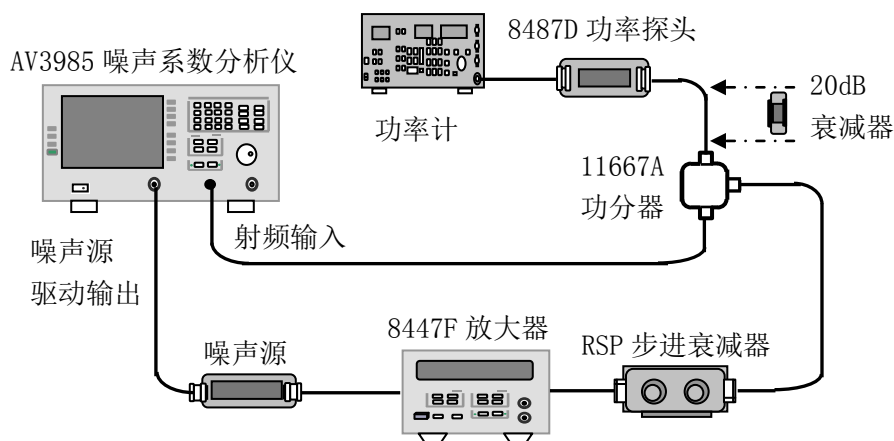

图 10-5 增益测量范围和测量不确定度测试框图
- 7) HP8447F 两极放大器级联，预先设置精密步进衰减器衰减量 50dB（和放大器放大量相当），如图 10-5 连接仪器。
- 10) 图 10-5 连接方式和测量设置条件不变，再次校准 AV3985 毫米波噪声系数分析仪，按**校准**键两次。